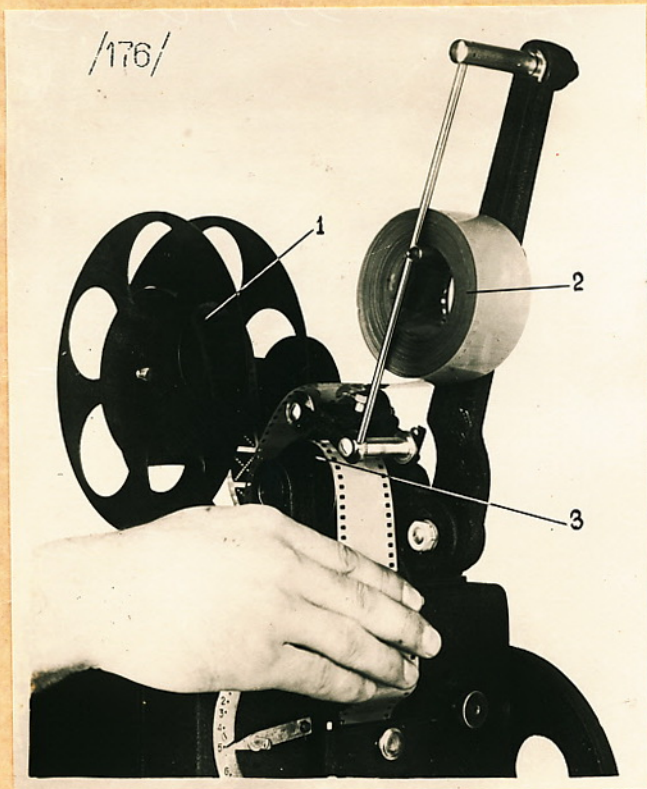

Рис. 11.
1. Насадить бобину с негативом /1/ на ось верхней моторки /рис.11/ так, чтобы конец негатива свешивался спереди катушки эмульсией наружу.
4. Обогнув верхний барабан /3/ /рис.11/ и оставив небольшие петли над फिल्मовым каналом, протянуть вдоль फिल्मового канала негатив и пленку /эмульсией внутрь/, одеть на гребенку грейфера и закрыть фильмный канал. При этом прижимная рамка должна войти в фильмный канал и прижать пленку к негативу.